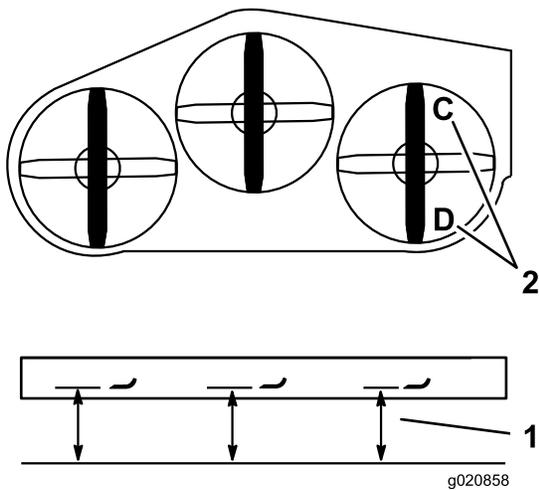

Figura 84
- Disponete la lama destra in posizione longitudinale rispetto alla macchina (Figura 84).
- Misurate la lama destra al punto **C** da una superficie piana fino al tagliente della punta della lama e annotate la misura rilevata (Figura 84).
- Misurate la lama destra al punto **D** da una superficie piana fino al tagliente della punta della lama e annotate la misura rilevata (Figura 84).
Nota: La lama del tosaerba deve essere da 6 a 10 mm più bassa al punto **C** rispetto al punto **D** (Figura 84). In caso contrario eseguite la seguente operazione.